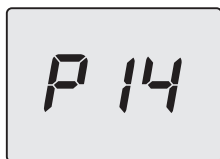

Figura 5.58
- Scorrere i vari parametri utilizzando i tasti 12 (indietro) o 14 (avanti) fino a far apparire sul display LCD le lettere **P14** che si alternano con il valore del parametro (Figura 5.58).